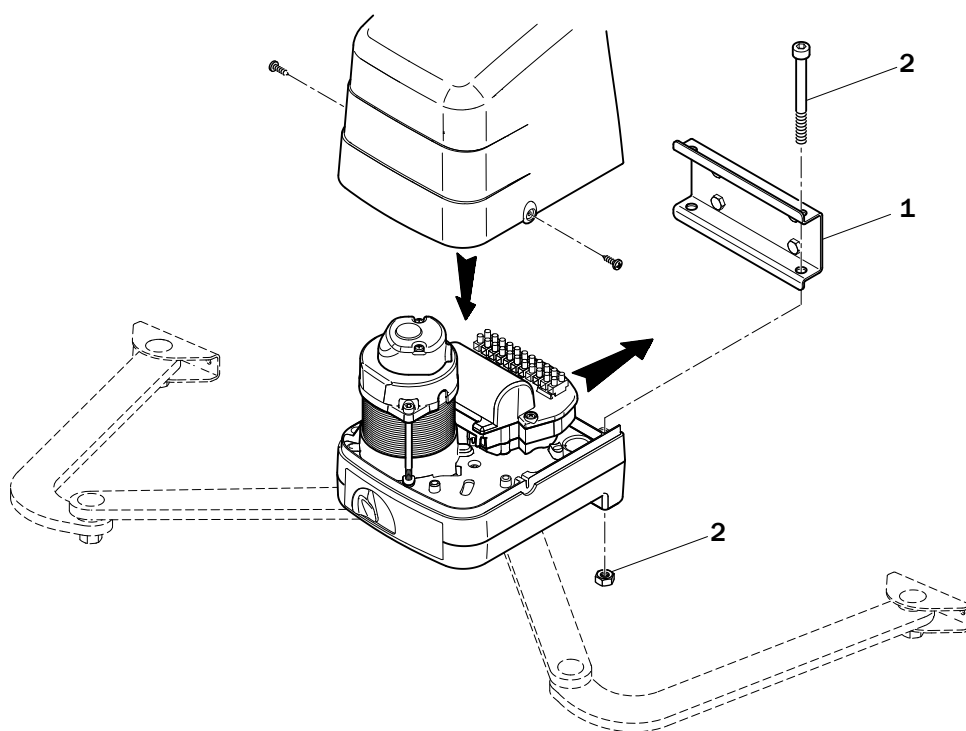

Fig. 1
- Le moteur à bras articulés série H23 peut être installé indifféremment à droite ou à gauche, en l'orientant comme indiqué en fig. 1.
- Fixer le moteur H23 à l'étrier arrière KT209 avec les vis fournies comme indiqué en fig. 1.
- El motor con brazos articulados de la serie H23 puede instalarse indistintamente a la derecha o a la izquierda, orientándolo como se muestra en la fig. 1.
- Fije el motor H23 al soporte trasero KT209 con los tornillos suministrados, como se muestra en la fig. 1.
- O motor com braços articulados série H23 pode ser instalado tanto à direita ou à esquerda, orientando-o conforme mostrado na fig. 1.
- Fixe o motor H23 ao suporte traseiro KT209 com os parafusos fornecidos conforme indicado na fig. 1.
- Rimuovere il coperchio del motore e il copri condensatore (fig. 1).
- Remove the motor cover and the condenser cover (fig. 1).
- Den Deckel des Motors und die Kondensatorabdeckung entfernen (Abb. 1).
- Retirer le carter du moteur et le cache-condensateur (fig. 1).